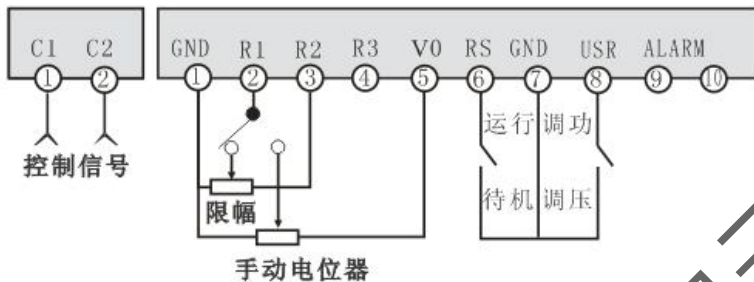

图 6: 手动与带限幅功能的自动控制组合接线图
6.1.1.6 在选型表中带“C”表示带限流及过流功能，是通过 PAC16P 内置的电流互感器取样，进行电流变换，将额定的负载电流变换成 0~5VDC。若因为某种原因额定电流变换出来的 0~5VDC 会有较大偏差，会影响限流和过载报警的效果。这时参见图 6，首先将负载电流增大到额定最大，通过调整 PAC16P 线路板上的反馈板上的满度电位器，使 PAC16P 的+5VDC 测试点和 GND 间的输出直流电压为 5V，从而
6.1.2 通过“C”选件实现电流过载保护功能。如图 6 接好后，开始运行时，如下进行过载保护电流值设定和运行